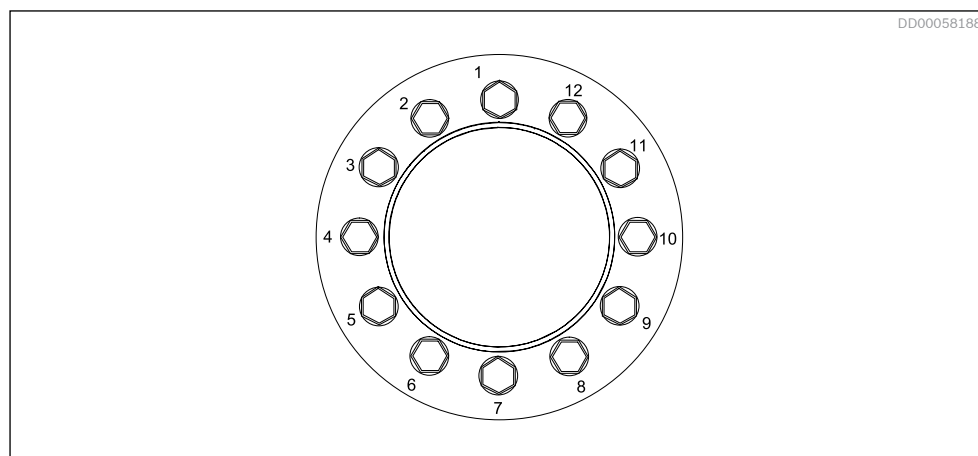

Fig. 45: Ordem de aperto
5. Regule o torquímetro para, no máximo, 1/3 do torque máximo especificado para os parafusos de acoplamento e aperte todos os parafusos em sequência, conforme mostrado na *Fig. 45*, por 2 ou 3 passagens. Aumente o torque para, no máximo, 2/3 do torque máximo e aperte os parafusos por mais 2 ou 3 passagens.
7. Comece a apertar os parafusos na sequência mostrada na *Fig. 45*.